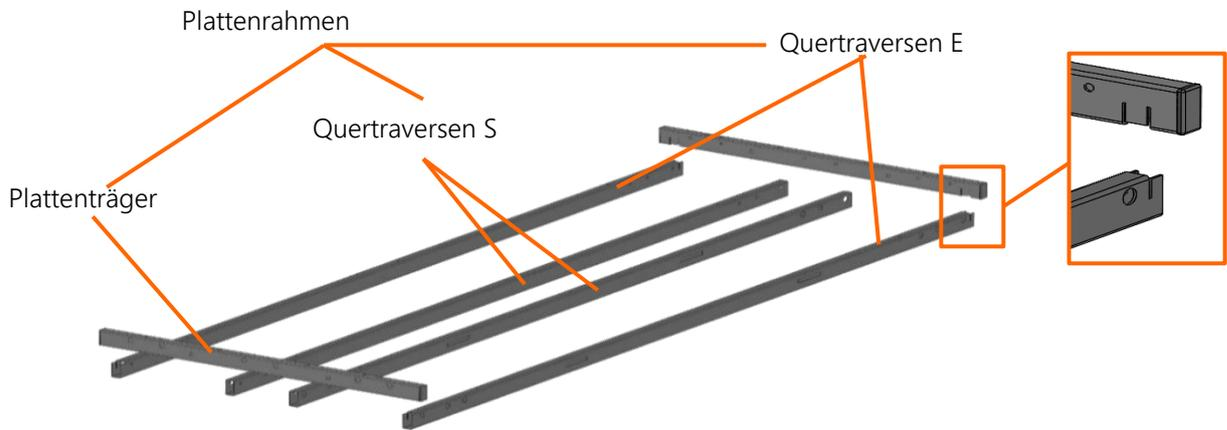
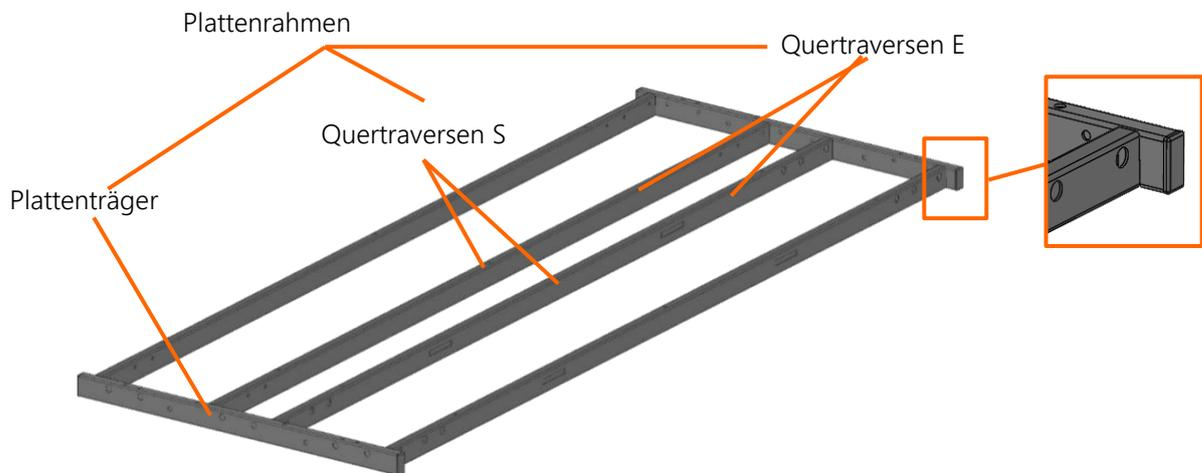

Abbildung 11 Montage des Plattenrahmens 2-Bein System
Abbildung 12 Montage Plattenrahmen 2-Bein System
Bei der Montage des Plattenrahmens werden die Quertraversen E und S wie in Abbildung 11 dargestellt auf den Boden gelegt. Im nächsten Schritt werden die Plattenträger in die beiden Quertraversen E eingehängt. Der endgültig montierte Plattenrahmen ist in Abbildung 12 dargestellt.
- Die zwei Quertraversen S werden wie in der Abbildung 12 beschrieben mit den Hülsen (12 Stück) und den Schrauben M6x25 (12 Stück) an den Hubelementen befestigt.